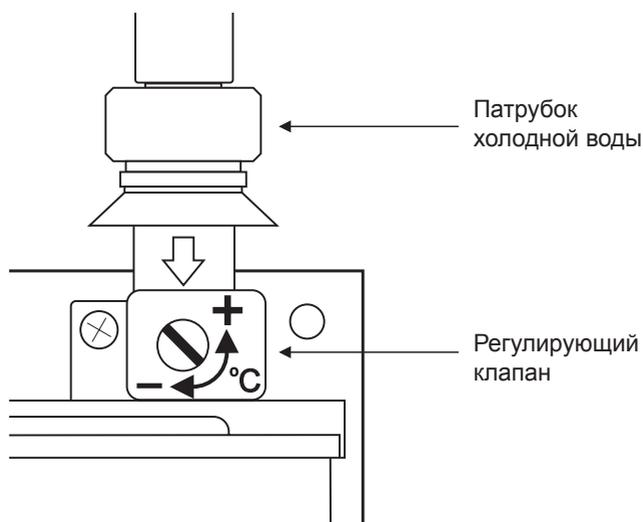

рис. 7
3. Для повышения температуры воды на выходе нагревателя уменьшить поток, прокручивая отверткой регулирующий клапан в направлении знака „+”, для снижения температуры - знака „-” (рис. 7).